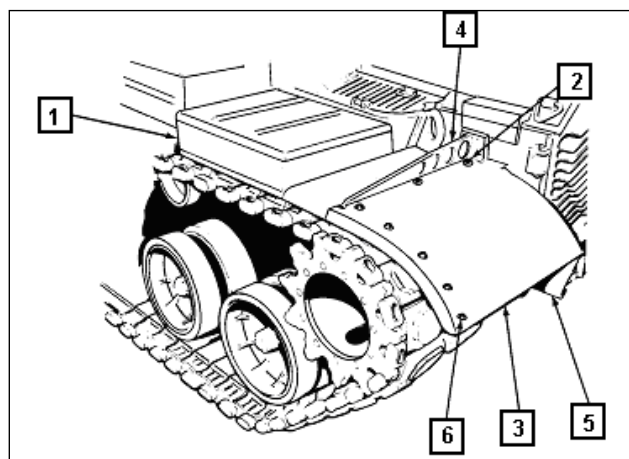

Fig 6-24. Instalação do pára-lama
o. Instalar o pára-lama, escudo e suporte como segue: (Fig 6-24 e 6-25)
(1) posicionar o pára-lama e fixar o escudo sobre a lagarta. Fixar o pára-lama (3) no seu suporte (4) usando 3 (três) parafusos e arruelas (2);
(2) fixar o escudo (5) no protetor da luz de comboio com 2 (dois) parafusos, 4 (quatro) arruelas e 2 (duas) porcas;
(3) levantar a tampa do cofre traseiro (1). Fixar o suporte para o lado de baixo da caixa usando 4 (quatro) parafusos, 8 (oito) arruelas, 4 (quatro) arruelas-trava e 4 (quatro) porcas;
(4) fixar o suporte logo a frente do cofre traseiro com 1 (um) parafuso, 2 (duas) arruelas, arruela-trava e porca;
(5) fixar o suporte logo atrás do cofre traseiro (1) com 2 (dois) parafusos, 4 (quatro) arruelas, 2 (duas) arruelas-trava e duas porcas;
(6) instalar 5 (cinco) parafusos, porcas e arruelas (6) no pára-lama (3);
(7) instalar na direita do pára-lama a parte de cima do suporte (9) usando 2 (dois) parafusos, arruelas-trava e porcas-trava (7);
(8) instalar o parafuso, 2 (duas) arruelas e a porca-trava (8).